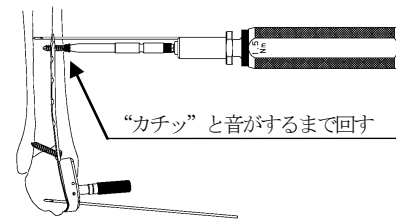

図 13
- 4) ヘクスローブ 15 パワービンドライバー後端にトルクリミッターハンドル 1.5 を接続し、軸芯を傾けないよう、選択した長さの 3.5 ロックングスクリューを挿入します。 (図 13)